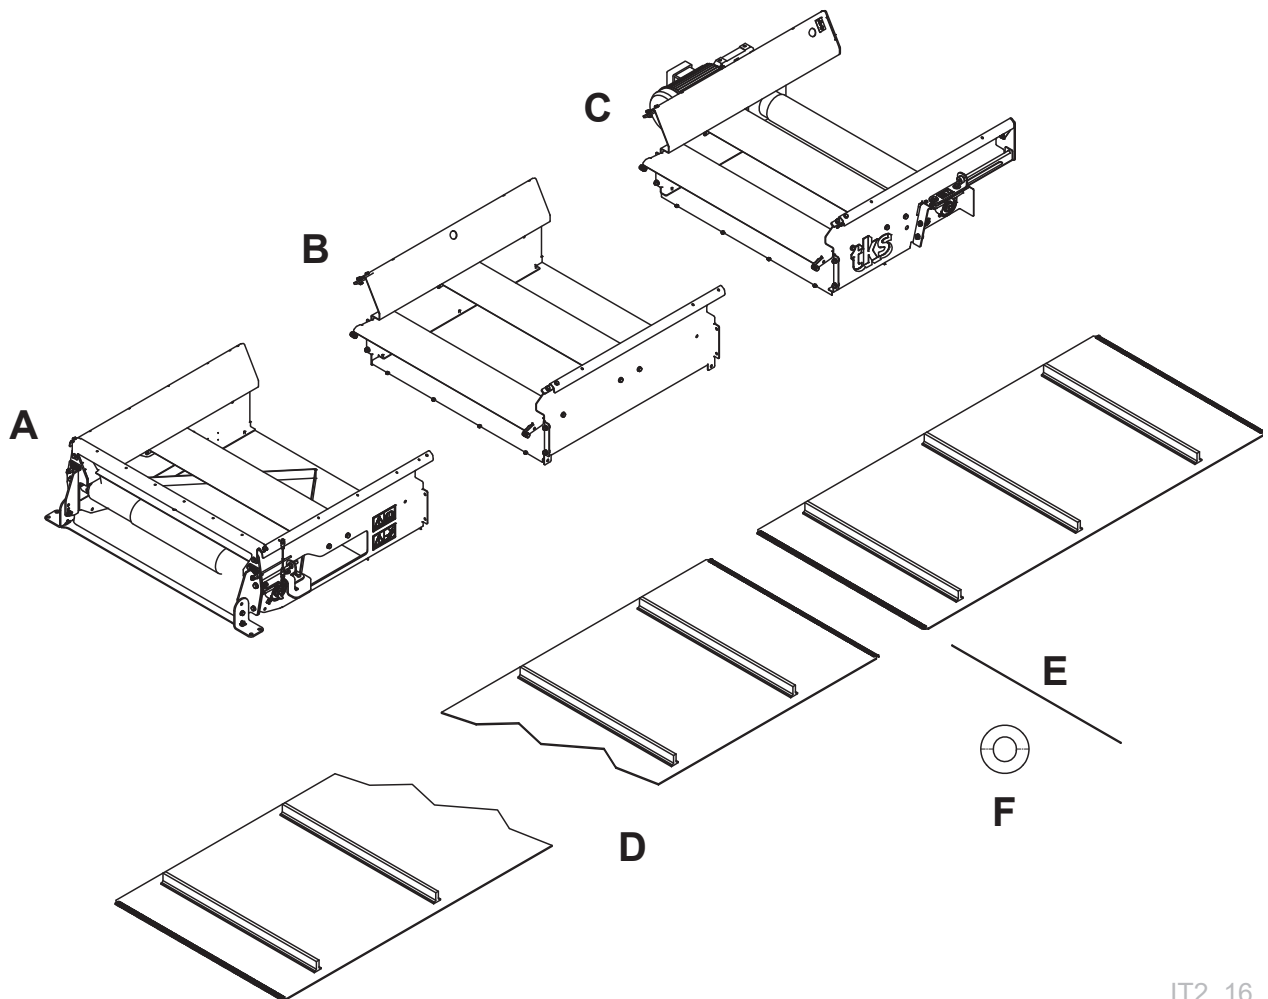

Fig. 6
- Koble alle beltene **(D)** sammen til et langt belte. **Se Fig. 6**